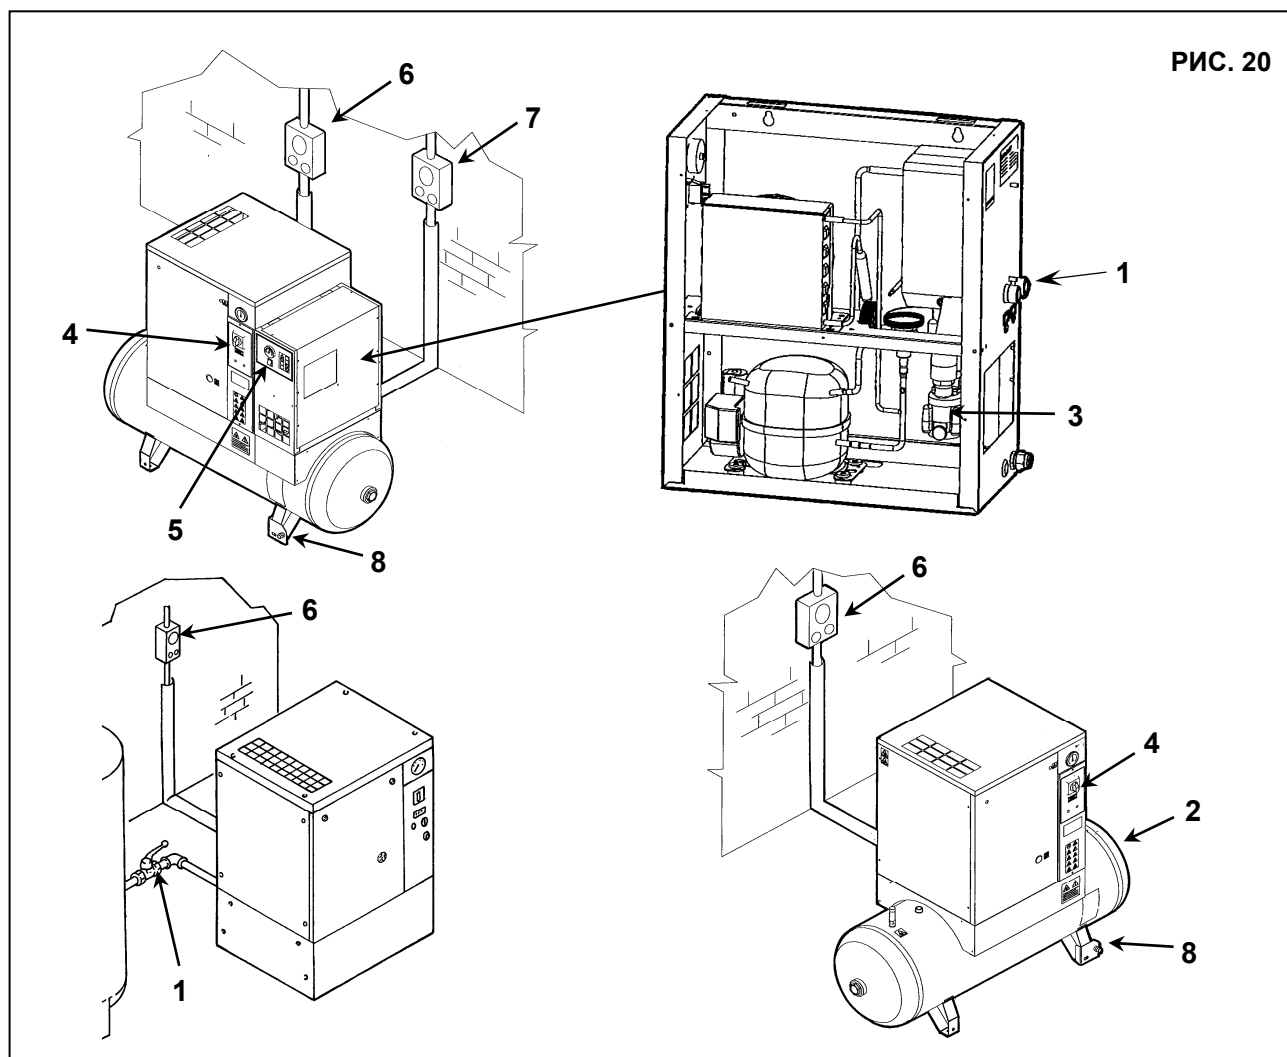

РИС. 20
- Закройте кран, поз. 1 и поз. 2, Рис. 20.
- Сбросьте давление в осушителе и резервуаре, открыв клапан выпуска конденсата, поз. 8, Рис. 20.
- Выключите установку, переведя разъединитель, поз. 4, Рис. 20, в положение “OFF”.
- Нажмите кнопочный выключатель поз. 5, Рис. 20 (при его наличии на осушителе).
- Выключите автоматический дифференциальный переключатель питания, поз. 6, (на винтовом компрессоре) и поз. 7, (при его наличии на осушителе) Рис. 20.
- Сбросьте давление, повернув кран, поз. 8, Рис. 20.
- Закройте краны, поз. 8, Рис. 20 снова после полного сброса остаточного давления воздуха.